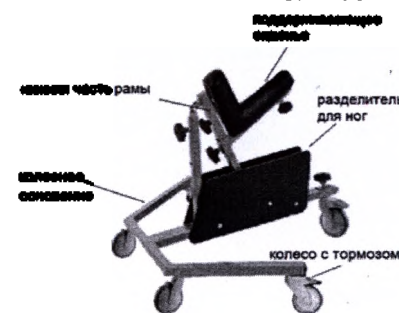

рис. 23
2. Соединить ручку и верхнюю часть рамы, которая является телескопической направляющей рамы, и на которую уже установлены грудная обойма с ремнем. Для этого на кронштейне № 1, установленном на верхней части рамы, ослабьте (не выкручивая до конца) винт с ручкой-барашком № 1 (рис.23).
В отверстие для установки ручки на кронштейне № 1 вставьте кронштейн № 2, на котором установлена ручка. Зафиксируйте установленную ручку, надежно и тщательно закрутив винт с ручкой-барашком № 1 (рис. 23).